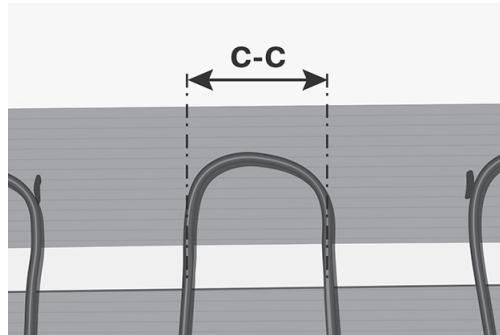

Fig.2. Måling av c-c – senteravstand
**Viktig:** Senteravstanden er avstanden fra sentrum av en kabel til sentrum av den neste kabelen for hver sløyfe (Fig. 2).